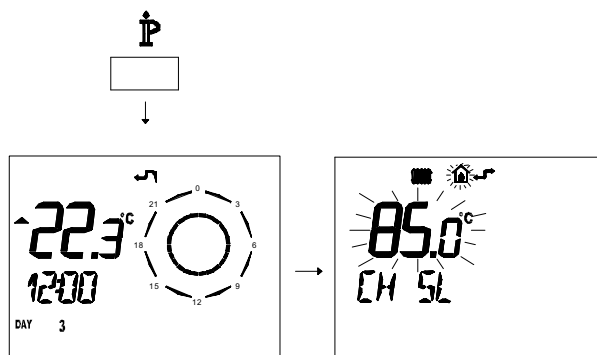

Figura 5.53
- Premere per più di 3 secondi il pulsante  para per entrare in modalità **INFO** (Figura 5.53).